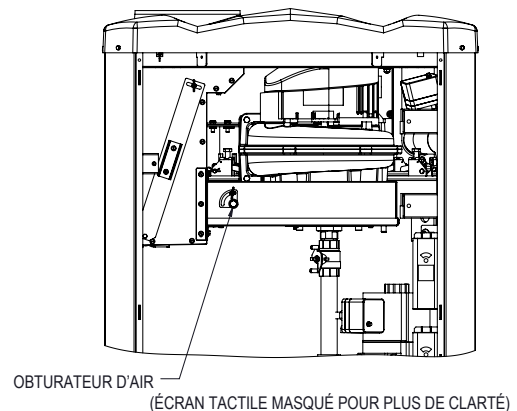

Figure 93. Réglage de l'obturateur d'air
- Si la concentration de CO₂ et la pression d'air ne se trouvent pas dans les plages spécifiées, modifiez l'ouverture de l'obturateur d'air pour tenter d'obtenir les valeurs nominales. Voir **Figure 93** pour l'emplacement de l'obturateur d'air (directement derrière l'écran tactile). Refermez légèrement